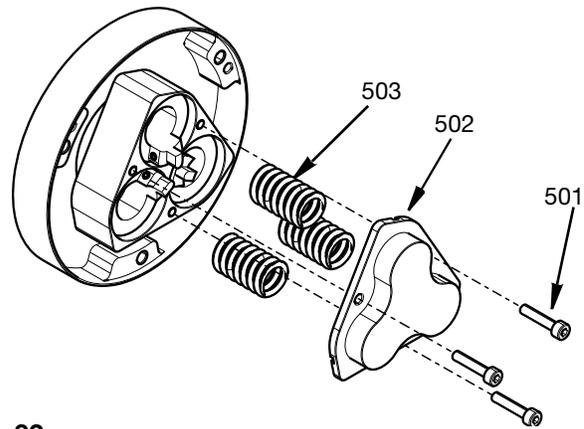

FIG. 32
13. Setzen Sie die Federn (503) in die Kolben ein, legen Sie den Zylinderdeckel (502) über die Federn und befestigen Sie ihn mit drei M4-Schrauben (501) am Zylindergehäuse. Mit 3,3 N•m (29,2 in-lbs) festziehen. Siehe FIG. 32.